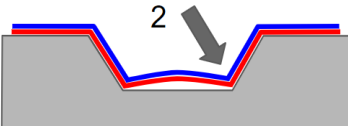

Fig.4
- 4) Ripetere il processo di applicazione alla seconda corrugazione come indicato in alto. *Fig.4*